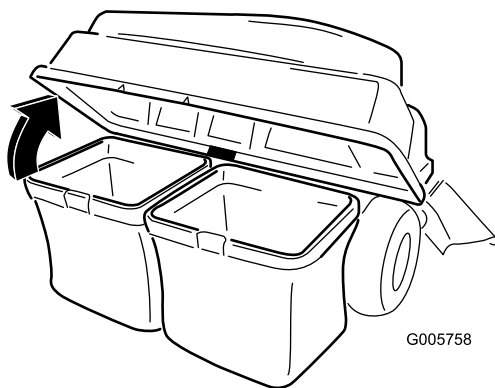

Figura 25
- Abra (levante) la tapa del ensacador (Figura 25).